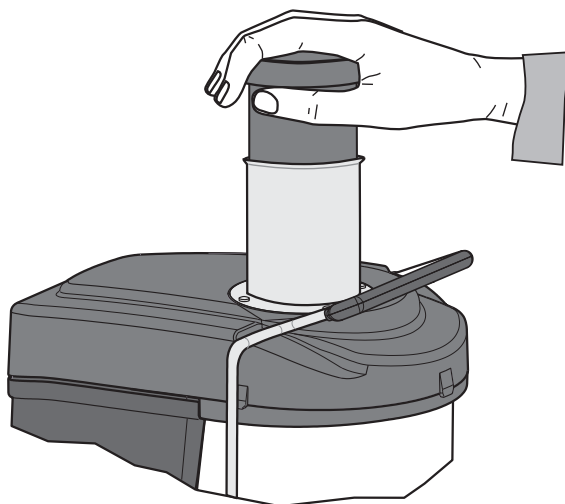

Fig. 7
- 6 Utilizando el empujador en dotación, introducir gradualmente la fruta y/o la verdura a fondo en el tubo de entrada hacia el disco dentado en rotación (véase Fig. 7). Para obtener más zumo, apretar lentamente pero en forma continua el empujador. No introducir fruta y/o verdura cuando el motor está apagado.